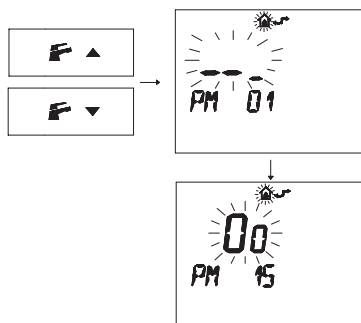

Figura 5.27
- Premere i pulsanti **F** o **F** per visualizzare la programmazione "PM15" abilitazione della sonda esterna (Figura 5.27).